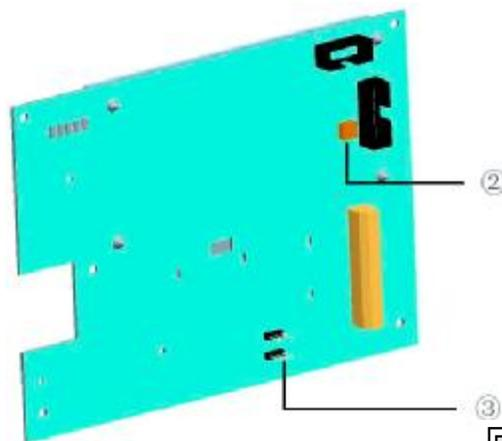
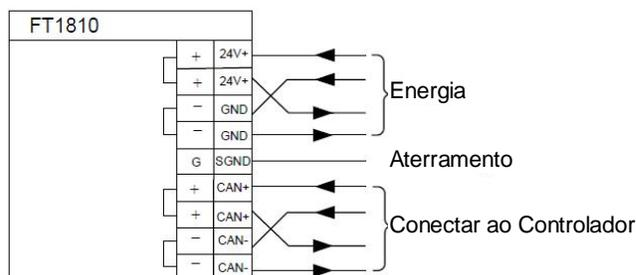

Fig. 3 Vista traseira do Painel PCB
Fig. 5 Conexão
5. Conecte os cabos ao terminal de acordo com o diagrama de conexão (Fig. 5). O equipamento de terminal do CAN-bus precisa ser conectado paralelamente com uma resistência de 120Ω, que pode ser alcançada através de uma ponte interna de FT1810 (Fig. 3).